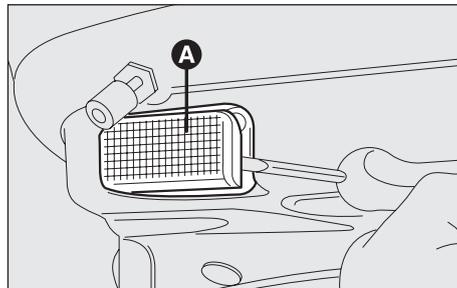

Abb. 57
- Den Leuchtkörper (**A, Abb. 57**) durch Hebeleinwirkung mit dem Flachblattschraubenzieher im gezeigten Punkt herausnehmen.